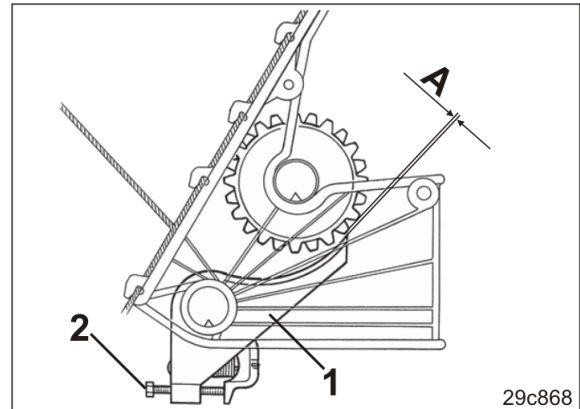

Fig. 236
2. Kontroller at gulvluken (Fig. 236/1) beveger seg lett.
Avstanden "A" (Fig. 236) mellom gulvluken og såhjulet er 0,1 mm til 0,5 mm.
5. Still inn den foreskrevne avstanden med skruen (Fig. 236/2).